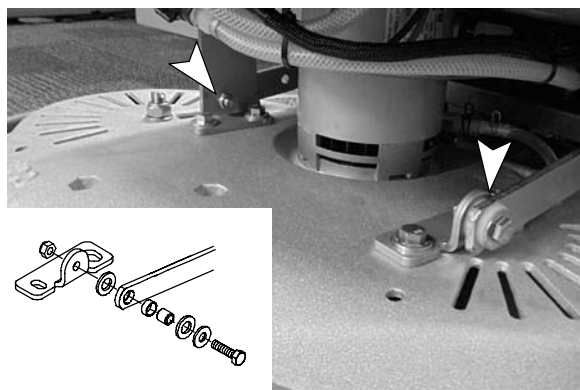

FIG. 65
1. À l'aide d'une clé de 13 mm, désaccouplez les bras de levage de la tête de brosse des supports de fixation, comme illustré (Figure 65).